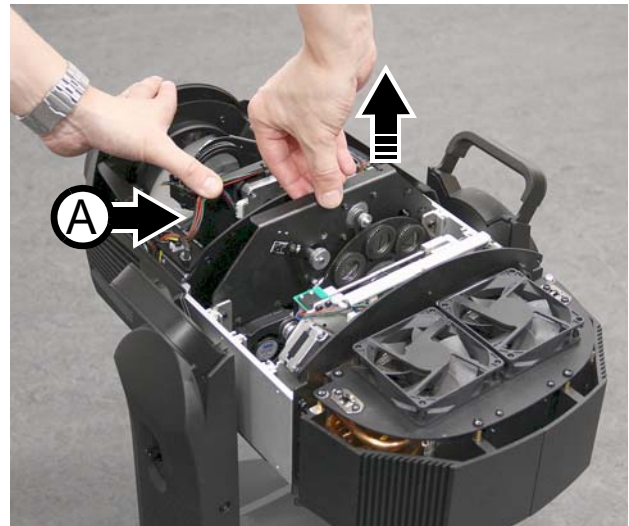

Bild 25: Entfernen des Goborad 3-Moduls
9. Siehe Bild 25. Schieben Sie den Fokusschlitten mit einer Hand nach vorne, zur Frontlinse. Heben Sie mit der anderen Hand das Goborad 3-Modul (oder das Blendenschiebermodul) aus dem Kopf, wenn Sie einen Profile in einen Performance (einen Performance in einen Profile) umbauen.